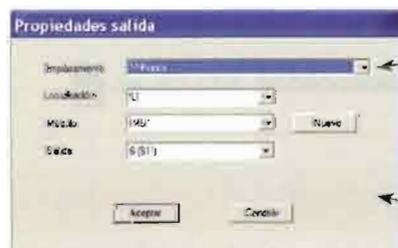

Fig. 10.11.
6. Selecciona las características que desees (Fig. 10.11).